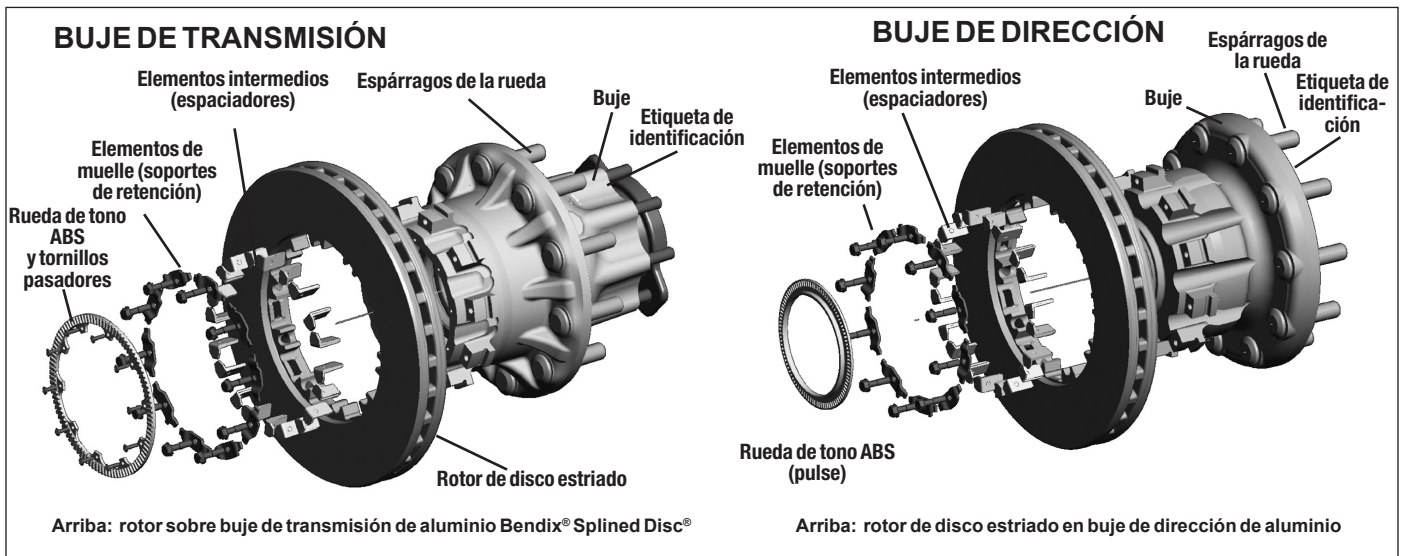

Figura 87 – Ejemplos de rotor de disco estriado, vistas detalladas
- 5.7.7 En los ejes de transmisión, también se debe quitar el anillo de tono del ABS (consulte la figura 87). Consérvelo para la reinstalación.